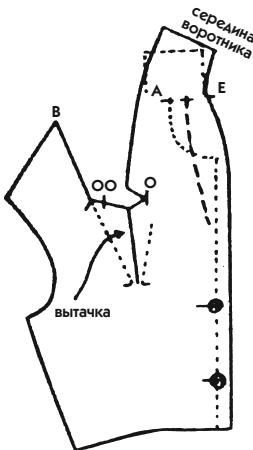

Рис. 593
- Согните бумагу по линии перегиба воротника и перенесите засечку А, которая видна на просвет (поставьте засечку Е на рис. 593).
- Разделите заднюю часть воротника на 4 полоски, чтобы между ними добавить расширение по 0,8 см, то есть то, что вы выполнили для модели воротника на рис. 434 (сплошные линии на рис. 593).
- Согните бумагу вдоль линии перегиба лацкана и скопируйте его верхнюю наклонную линию до засечки О. Поставьте засечку ОО (рис. 593).